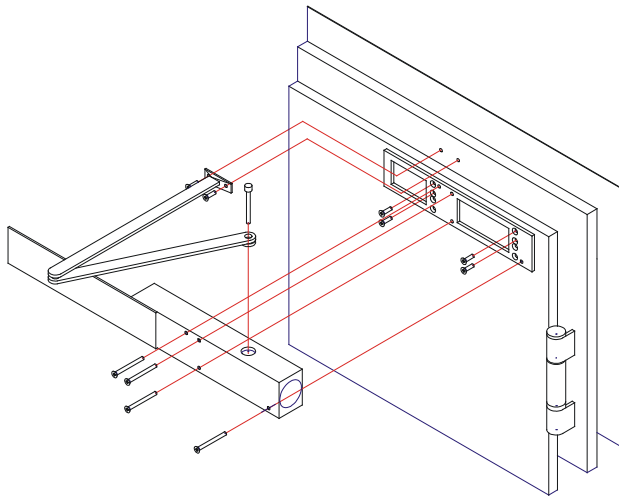

Bild 8.0: Obentürschließer
- 8.1. Montage gemäß Bild 8.0 in den vorgefertigten Gewinden am Türblatt befestigen.